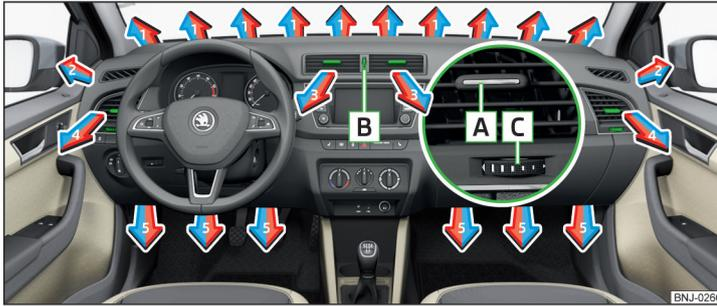

Fig. 113 Difusores de aire
En los difusores de aire 3 y 4 » fig. 113 se puede modificar el sentido de la corriente de aire, y los difusores se pueden también abrir y cerrar individualmente.
El ajuste de la dirección de corriente del aire se realiza por el desplazamiento del elemento de ajuste **A** » fig. 113 en la dirección deseada.
- › Gire la rueda **B** » fig. 113 hacia arriba.
- › Gire la rueda **B** » fig. 113 hacia abajo.
Ajustar la dirección de salida de aire	Difusores de salida de aire » fig. 113